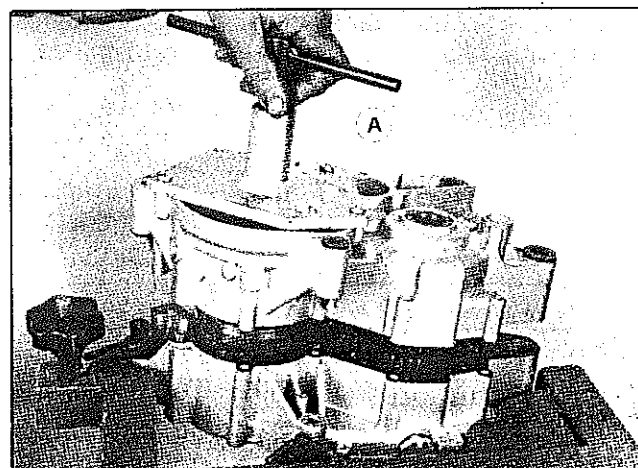

FIG. M25 -
6. Continuando na abertura do motor retirar os parafusos que prendem os dois semi-cárter. Posicionar a ferramenta especial 7015.099.009.00.4 para separar os dois semi-cárter pelo lado do magneto. Figura M25.